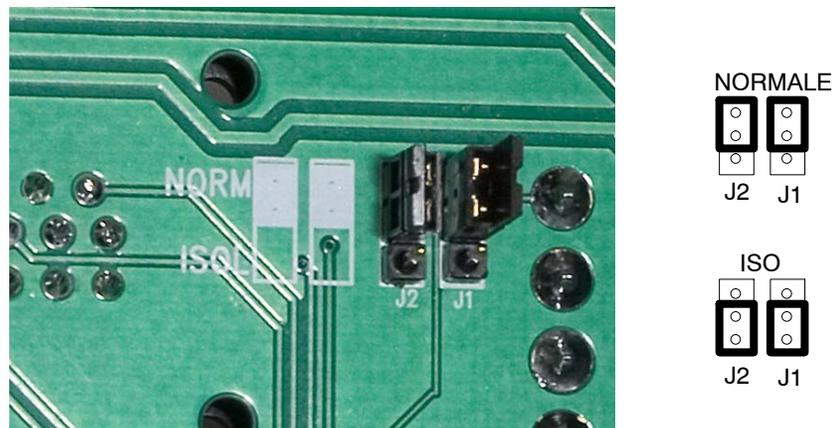

Figura 3-7 Impostazioni del ponte di interblocco arresto macchina – Nell'illustrazione impostato su NORMALE
Vedi figura 3-7. Per accedere ai ponti di interblocco arresto macchina rimuovere la copertura del controller del sistema. I ponti si trovano sul retro della scheda a circuiti connettore I/O.
- Entrambi i ponti vanno impostati su una delle due posizioni come illustrato nella figura 3-7.